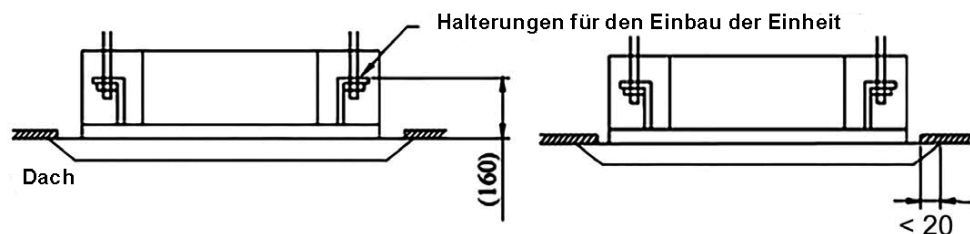

Abb.2.3
(3) Bringen Sie die Einheit an einen Installationsort an, der mit den verlangten Eigenschaften übereinstimmt (schauen Sie sich die Abb. 2.3. an).
(4) Überprüfen Sie, ob die Einheit horizontal angebracht wurde.